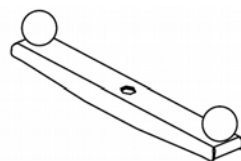

Рис.3 Вороток
4.12. Возможно вращение ножа вручную (без электропривода) с помощью воротка (рис.3), входящего в комплект поставки.